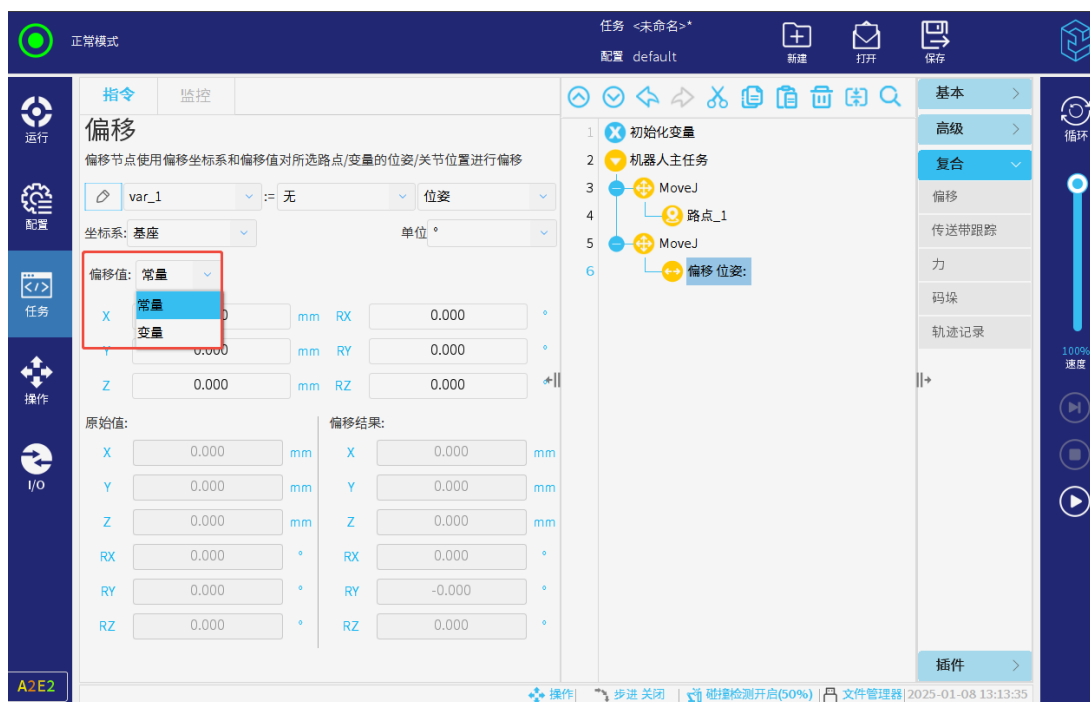

图 3-120: 指定偏移值
- 指定偏移数据值为常量值或是变量值，如图 3-120所示。